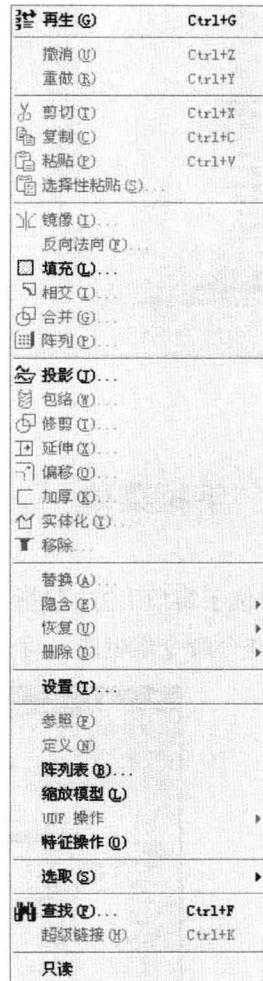

图 1-5
- “编辑”下拉菜单：该下拉菜单主要包括对创建的特征进行编辑管理的命令，用于对特征进行编辑管理，如图 1-5 所示。